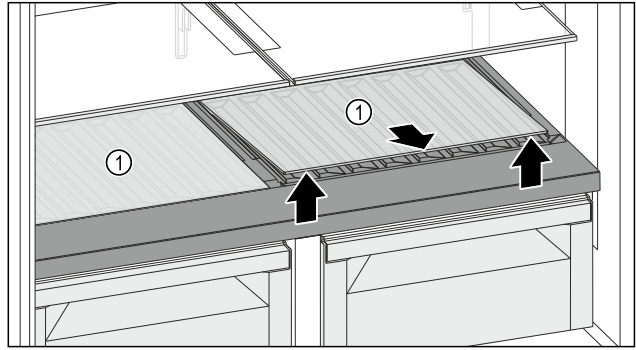

Fig. 122
- Bir cam rafı veya her iki cam rafı Fig. 122 (1) da öndeki çıkıntıdan kaldırın ve çıkartın.
- Cam raf(lar)ı Fig. 122 (1) cihazın dışında güvenli bir şekilde saklayın.